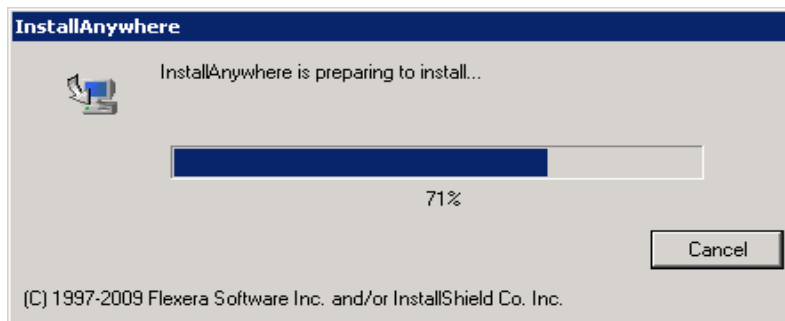

Abbildung 2-9. InstallAnywhere-Startfenster
3. Der InstallAnywhere-Assistent wird geöffnet, wie in Abbildung 2-9 dargestellt.